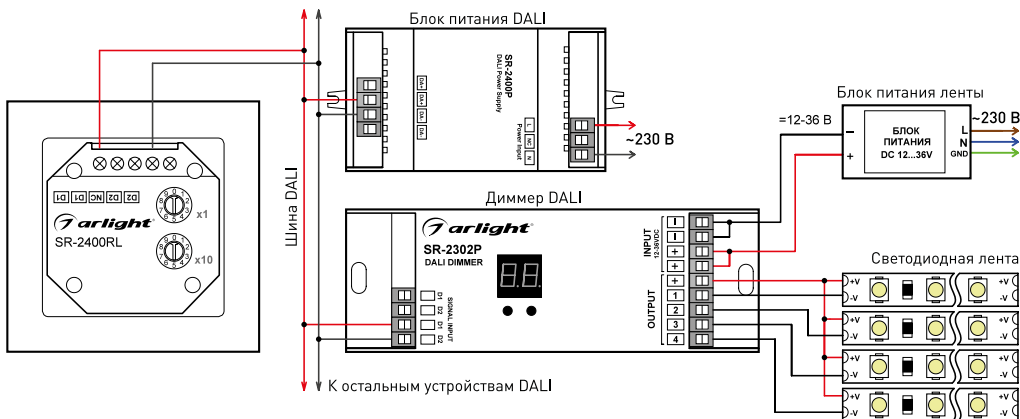

Рис. 1. Подключение сенсорной панели на примере диммера SR-2302P с использованием блока питания DALI ARV-SR-2400P.
- 3.2. Подключите провода от шины DALI к клеммам D1 и D2 сенсорной панели (Рис. 1).